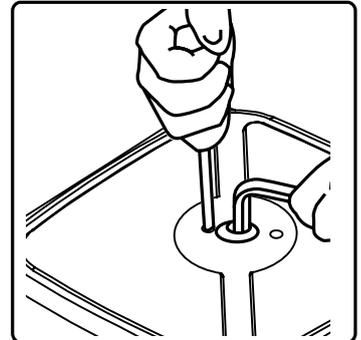
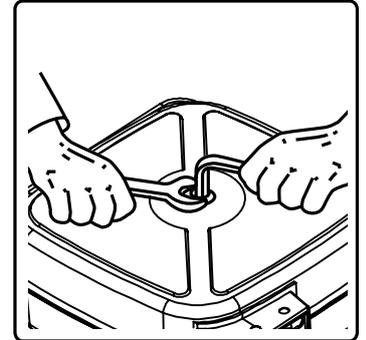

fig. 4b
fig. 5b
2. Turn the hose reel upside down and insert a hexagonal wrench to hold back the shaft. Loosen the two screws (part numbers 500110 and 500111, fig 4b) or the nut (Part nr 500115 and 500116, fig 5b) and gently turn the wrench clockwise to unload the spring.
2. Ponga el enrollador boca arriba e inserte una llave hexagonal para hacer contra-fuerza en el eje. Afloje los dos tornillos (versión 500110 y 500111, fig 4b) o afloje la tuerca (versión 500115 y 500116, fig 5b) y gire suavemente la llave en sentido horario para quitar tensión al resorte.
2. Placer l'enrouleur vers le haut et introduire une clé hexagonale afin d'exercer un retour de force au niveau de l'axe. Desserrer les deux vis (pour les modèles 500110 et 500111, voir figure 4b) ou desserrer l'écrou (pour les modèles 500115 et 500116 voir figure 5b) et tourner légèrement la clé dans le sens des aiguilles d'une montre afin de diminuer la tension du ressort.
2. Den Schlauchaufroller umdrehen und mit einem Steckschlüssel die Achse fixieren. Dann die 2 Schrauben (Art. Nr 500110 und 500111, Bild 4b) oder die Schraubemutter (Art. Nr. nr 500115 und 500116, Bild 5b) lösen und mit dem Schraubenschlüssel langsam im Uhrzeigersinn die Federspannung lösen.